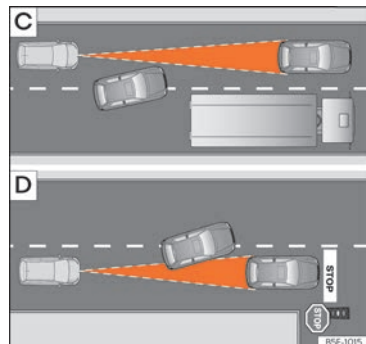

Abb. 106 [C] Fahrspurwechsel eines anderen Fahrzeugs. [D] Abbiegendes und weiteres stehendes Fahrzeug.
- Fahrzeuge, die in geringem Abstand auf die eigene Fahrspur wechseln »» (Abb. 106)
ACC reagiert nicht auf stehende Fahrzeuge. Wenn z. B. ein von der ACC erfasstes Fahrzeug abbiegt oder ausschert und sich vor diesem Fahrzeug ein stehendes Fahrzeug befindet, reagiert ACC nicht auf das stehende Fahrzeug »» (Abb. 106) **D.**